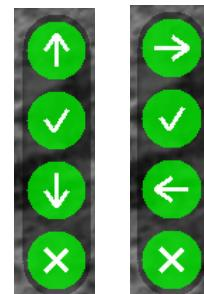

Рисунок 10 – Примеры индикатора назначения кнопок
- **Индикатор назначения кнопок** – индикатор, подсказывающий пользователю назначение каждой отдельной кнопки при выполнении какого-либо действия в выбранном режиме (см. рис. 10). Данный индикатор появляется **только** в случаях, предусмотренных в ПО (например, при вводе выверки прицельной сетки).